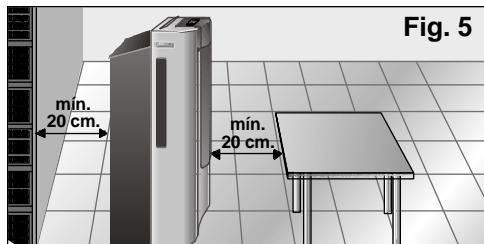

Fig. 5
- Voor de veiligheid is het nodig voordat u uw apparaat aansluit dat dit tenminste 20 cm van elke oppervlakte in de buurt verwijderd is, **Fig. 5**.